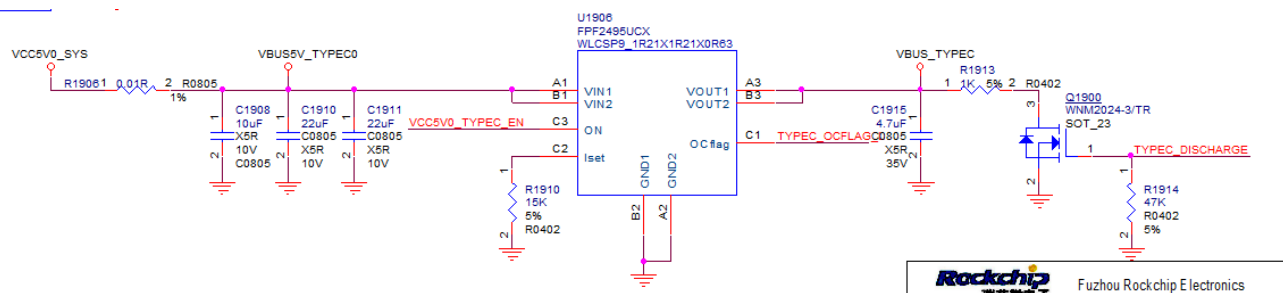

图 3-52 USB Type-C接口discharge电路
- 如果Type-C接口有使用到PD协商，需要在电源端增加Discharge电路，以避免在拔插不同设备的情况下，PD模式高压残留电荷造成设备过压击穿，如图3-52所示；